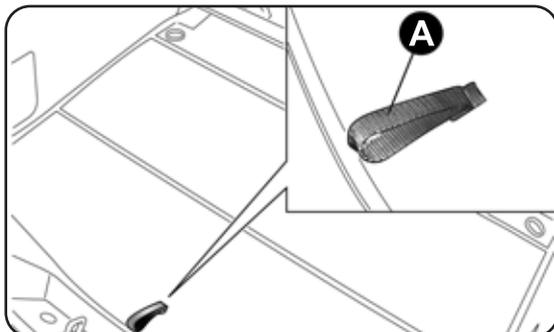
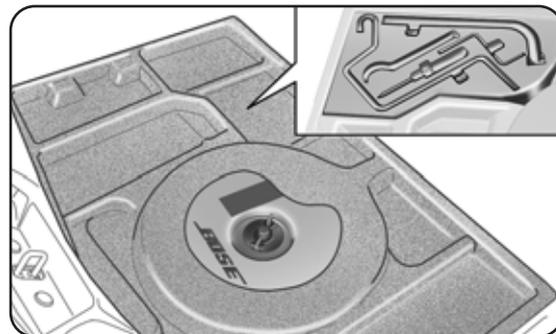
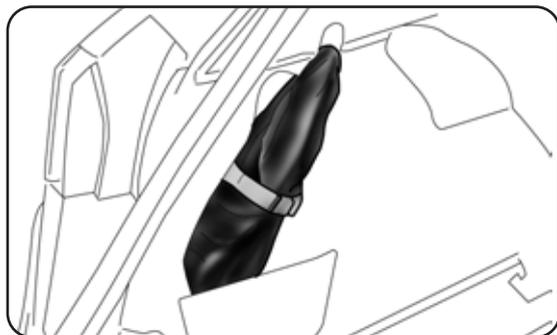
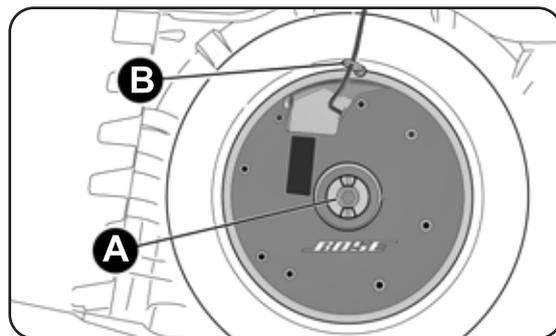

fig. 113
fig. 119
fig. 119a
fig. 120
- apri il bagagliaio, tira la linguetta A-fig. 113 e solleva verso l'alto il tappeto di rivestimento;
Su queste versioni gli attrezzi per la sostituzione ruota si trovano all'interno di un apposito contenitore ubicato sul lato sinistro del bagagliaio (vedi fig. 119). Il cric invece si trova all'interno di una tasca ubicata sempre sul lato sinistro del bagagliaio (vedi fig. 119a).
- apri il bagagliaio, tira la linguetta A-fig. 113, solleva verso l'alto il tappeto di rivestimento e rimuovi lo spessore fig. 119 del vano di carico;
- svita il dispositivo di bloccaggio A-fig. 120, stacca la molletta B di fissaggio del cavo e successivamente solleva il Subwoofer;
- riposiziona correttamente il cavo del Subwoofer in modo da evitare di pizzicarlo. Successivamente aggancia la molletta B-fig. 120 e avvita il dispositivo di bloccaggio A. Riposiziona infine correttamente lo spessore fig. 119 del vano di carico ed abbassa il tappeto di rivestimento del bagagliaio.